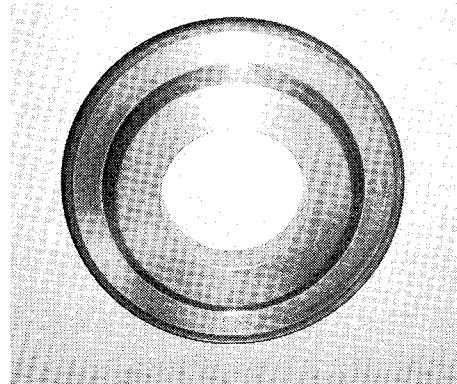

図1-3
- ①ダイヤモンド砥石(図1-3)。
- ②フランジ
- ③専用バー
- ④バランス台
- ⑤六角棒スパナ